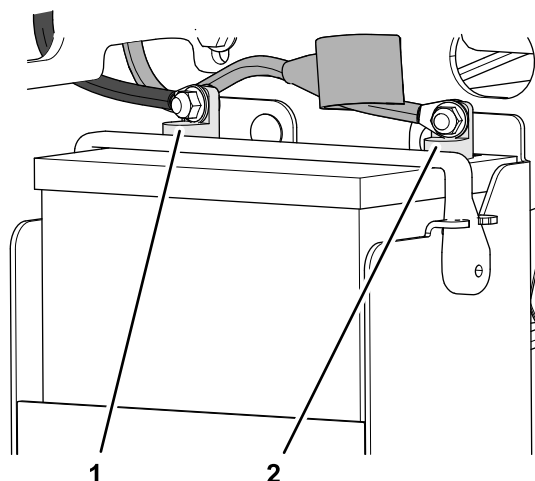

Figure 83
- Si le câble positif est également débranché, reliez le **câble positif (rouge)** à la borne positive de la batterie et placez le capuchon sur la borne positive (Figure 83).
- Remettez avec précaution le capuchon isolant, qui est au bout du câble positif de la batterie, sur la borne de la batterie Figure 83.